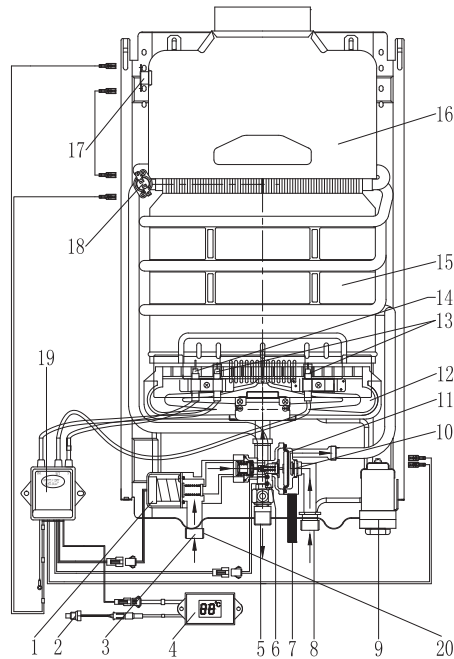

Рис. 7. Fiery 6/10 LPG
- откройте сливную заглушку (7 на схеме устройства, рис. 7), для того, чтобы из водонагревателя вылилась вся вода;